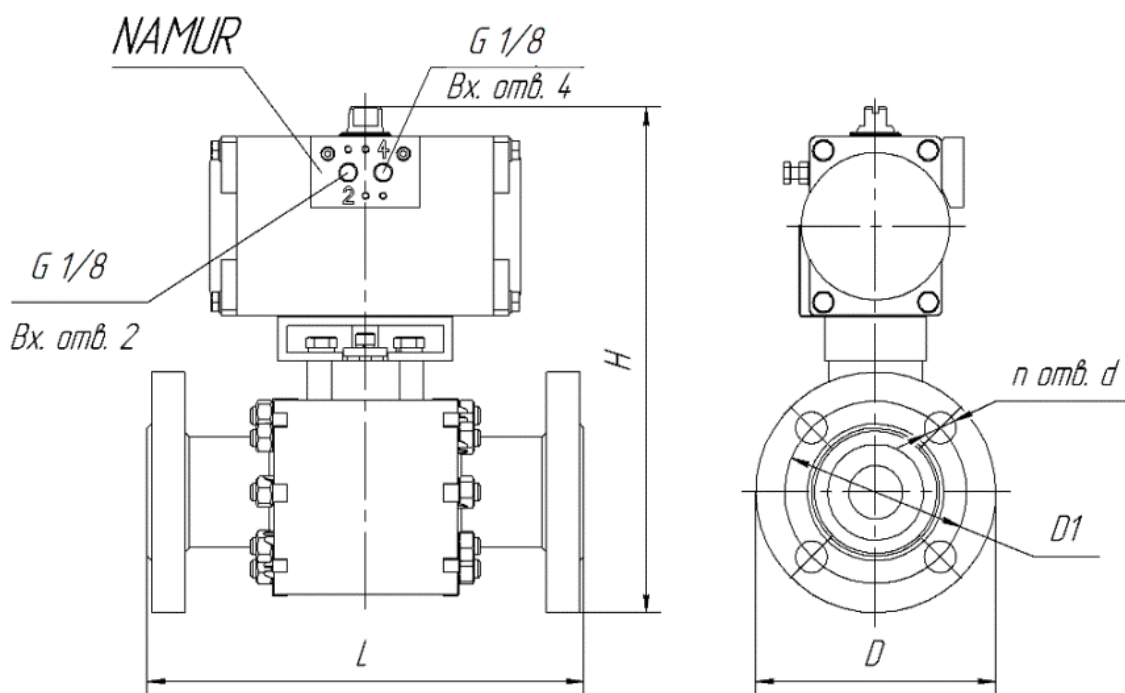

Рисунок 1.1 - Габаритный чертеж устройства РУС-Ш без пускового узла
штуцере с обжимным кольцом (3), установленном во входном отверстии 2 пневматического привода (2). Номера входных отверстий указаны на корпусе пневматического привода (см. рисунок 1.1).